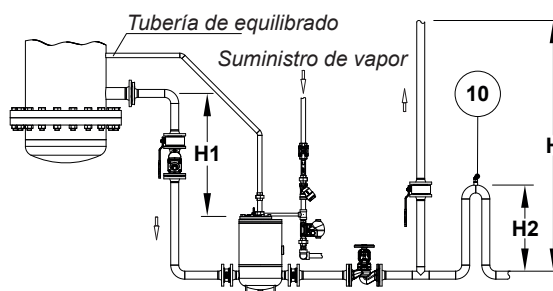

Fig. 3
Esta configuración es adecuada para unidades que funcionan a una presión absoluta mínima de 0,2 bar (Fig. 3). Para garantizar un funcionamiento correcto, la altura de llenado (H1) debe estar comprendida entre 1 y 2 metros. La altura de elevación (H) debe ser lo menor posible, pero nunca inferior a 1 metro; de lo contrario, será necesario instalar un sifón de altura (H2). Debe utilizarse vapor como fluido motriz, cuya presión máxima no debe superar los 3 bar.